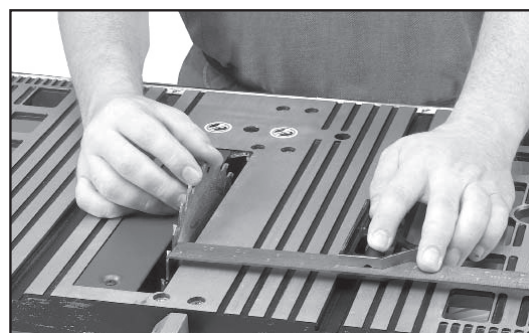

Fig. 36
4. Gire a lâmina e verifique o mesmo dente marcado na parte de trás da bancada (Fig. 36).